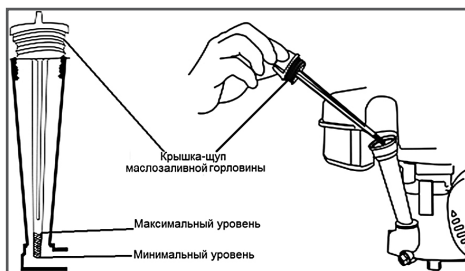

Рис. 9 Крышка-щуп маслосазливной горловины
2. Открутите крышку-щуп маслосазливной горловины и извлеките щуп (Рис. 9).
2. Выкрутите крышку-щуп маслозаливной горловины и извлеките щуп (Рис. 9).
При недостаточном уровне масла в картере необходимо долить чистое масло до верхней отметки на щупе (Рис. 9).